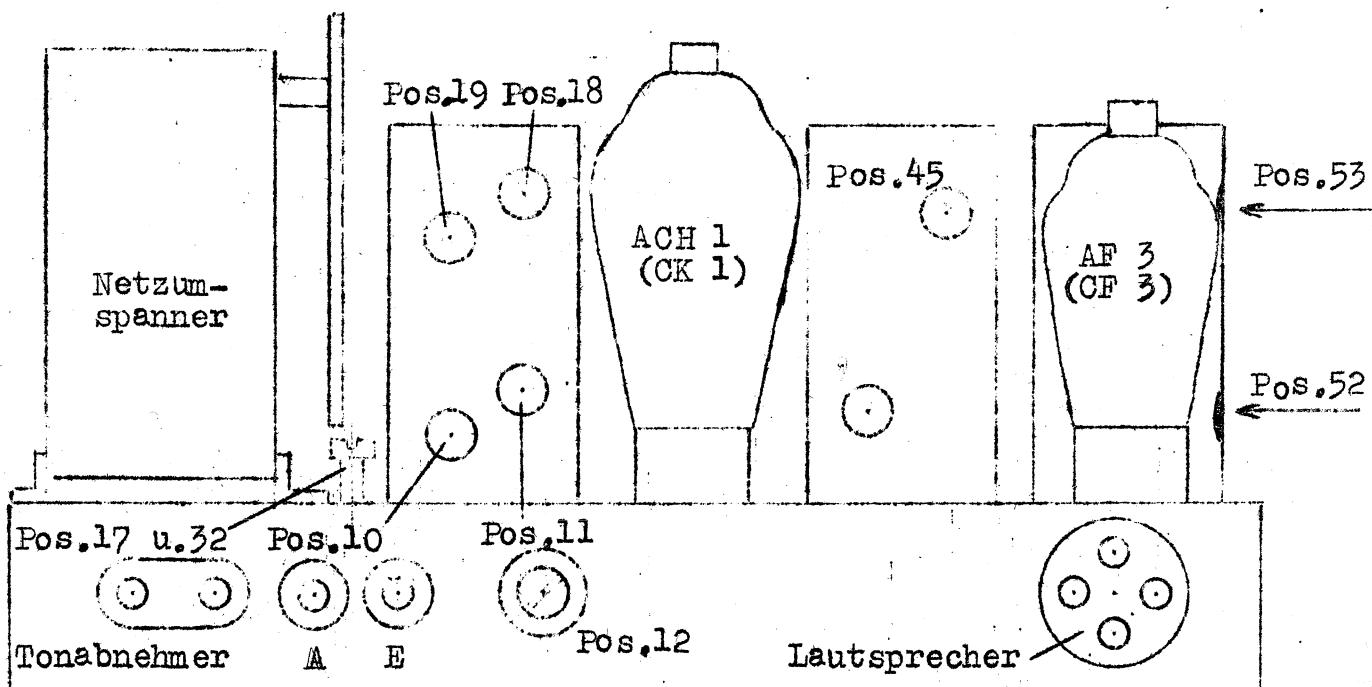

Bild 11 Chassis AEG 4⁷⁶ WK und AEG 4⁷⁶ GWK, Rückansicht
- a) Zwischenfrequenz: Falls Sperrkreis eingebaut, diesen entfernen und die für den Anschluss vorgesehenen Klemmschrauben kurzschließen. Hauptschalter auf Mittelbereich, Bandbreiteschalter auf grösste Trennschärfe (Anschlag links) drehen. Skalenzeiger des Gerätes auf etwa 800 kHz (Sender Western Regional) stellen. Gitterkappe der ACH 1 (Potent.10) (CK 1, Potent.9) abnehmen, so dass Verbindung zum Vorkreis unterbrochen wird. Gitter der ACH 1 (CK 1) über einen Widerstand von 10 Kilo-Ohm an Chassis legen, Meßsender auf 468 kHz einstellen. (Achtung! Bei der "West-Ausführung", gekennzeichnet durch Stempelaufdruck "W" neben dem Anschluss für den Zusatzlautsprecher an der Rückseite des Chassis, Zwischenfrequenz 473 anstatt 468 kHz.) Hochfrequenzkabel des Meßsenders an Gitter der ACH 1 (CK 1) und Chassis legen. Anodenkreis des 2. Bandfilters verstimmen unter Zuhilfenahme eines Kondensators von 200 pF (siehe Fussnote Seite 8), dessen einer Beleg an die Anode der AF 3, Potent.34 (CF 3, Potent.31) und dessen anderer Beleg an Chassis gelegt wird. Darn Pos.53 (Bild 11) mit Isolierstoffschaubenzieher abgleichen auf maximale Ausgangsspannung. (Falls Eisenkerne zu fest, vorher mit Stahlschaubenzieher lockern; erforderlichenfalls Klebmasse aufweichen durch Anlegen eines auf ca. 70° angewärmten Lötkolbens an den Eisenkern, wobei darauf zu achten ist, dass Eisenkern oder Trolitul-Spulerkörper nicht anbrennt.) Im Anschluss hieran Gitterkreis des 2. Bandfilters verstimmen durch Anlegen obengenannten Kondensators (200 pF) an die Diode der ABC 1, Potent.33. (CBC 1, Potent.35) und L-Korrektion Pos.52 (Bild 11) auf maximalen Ausschlag abgleichen. Anodenkreis des 1. Bandfilters verstimmen durch Anlegen des Verstimmungskondensators an die Anode der ACH 1, Potent.13 (CK 1, Potent.13) und Chassis; darauf L-Korrektion Pos.45 (Bild 11) abgleichen. Gitterkreis des 1. Bandfilters verstimmen durch Anschließen des Verstimmungskondensators an die Gitterkappe der AF 3, Potent.29 (CF 3, Potent.27) und Chassis, L-Korrektion Pos.44 von der Unterseite des Chassis aus
- e) Kurzwellenbereich: Hauptschalter auf Kurzbereich schalten, Meßsender auf 47,8 m einstellen, desgl. Skalenzeiger des Gerätes auf Eichmarke 47,8 m (Bild 8), jetzt Pos.32 und 17 (Bild 11 u.12) von Chassis-Oberseite aus auf maximale Ausgangsspannung einregulieren. Dann Meßsender auf 21,5 m einstellen und nun durch Drehen des Skalenzeigers den Meßsender nach Gehör aufsuchen (C-Abgleichquetsche nicht vorhanden). Nach Auffindung desselben wird die Anpassungsquetsche für den Kurzbereich Pos.12 (Bild 11 und 12) auf grösste Empfindlichkeit und damit maximale Ausgangsspannung gebracht. Rohr ACH 1 (CK 1) muss durchschwingen bis 47,8 m, bei vorzeitigen Abreissen der Schwingungen andere Röhre nehmen; Spiegelwelle des Meßsenders bei Stellung 21,5 m muss bei 23,2 m liegen.